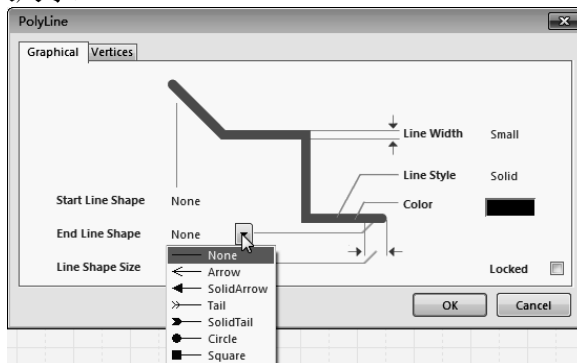

图 4-2-4 End Line Shape 属性
② End Line Shape 属性。如图 4-2-4 所示，单击 End Line Shape 属性旁的下拉菜单按钮，弹出直线终点线端类型的下拉菜单。